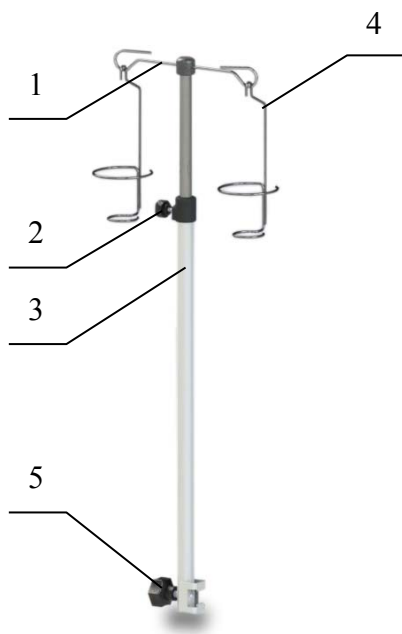

**Рисунок 2. Штатив для вливаний.**
**2. Штатив для вливаний (инфузионная стойка) (Рисунок 2).** Изготовлен из нержавеющей стали, регулируется по высоте, снабжен двумя крючками 1 и двумя держателями стандартных флаконов 4. Оснащен встроенным крепежным зажимом 5 для крепления на направляющих рейках стола.
Регулирование высоты штатива производится вручную при помощи фиксатора 2 (Рисунок 2). Отрегулируйте высоту штатива, после чего зажмите фиксатор в отрегулированном положении.